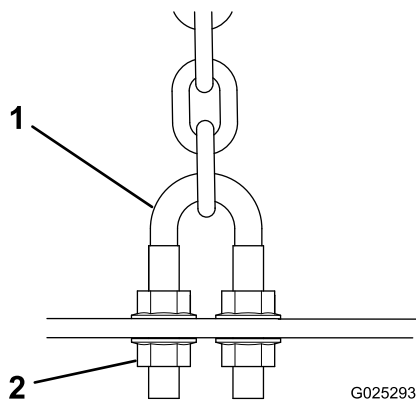
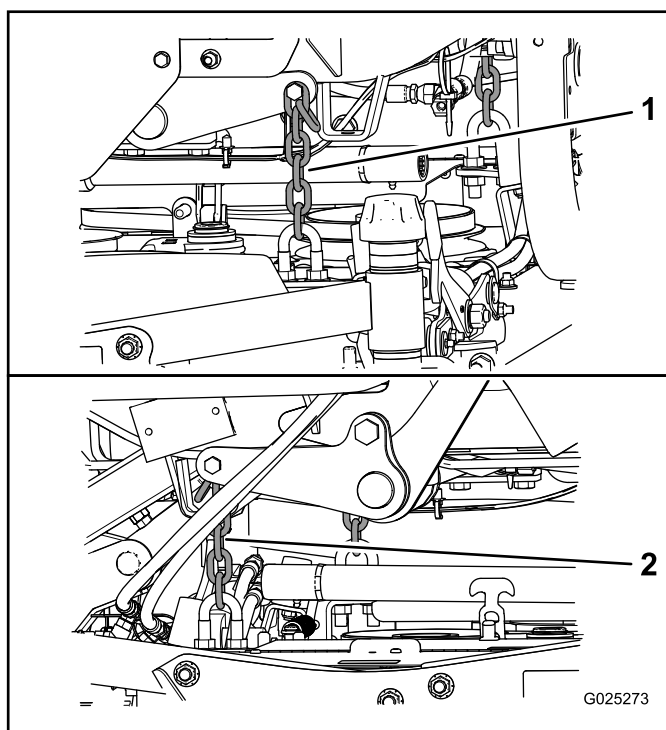

Figura 11
Figura 12
- Regolate i controdadi dei cavallotti (Figura 11) che fissano le catene posteriori (Figura 12) del tosaerba per sollevare la parte posteriore del
8. Regolate i controdadi che fissano le catene della scocca al piatto di taglio, fino a livellare il piatto di taglio (Figura 12).